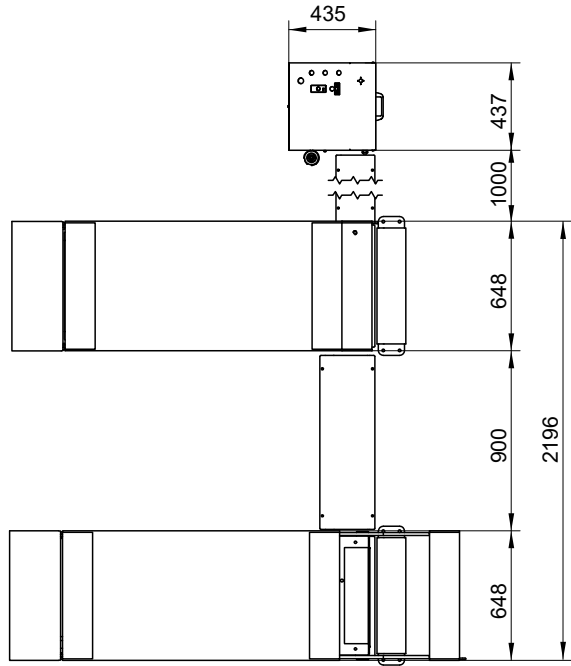
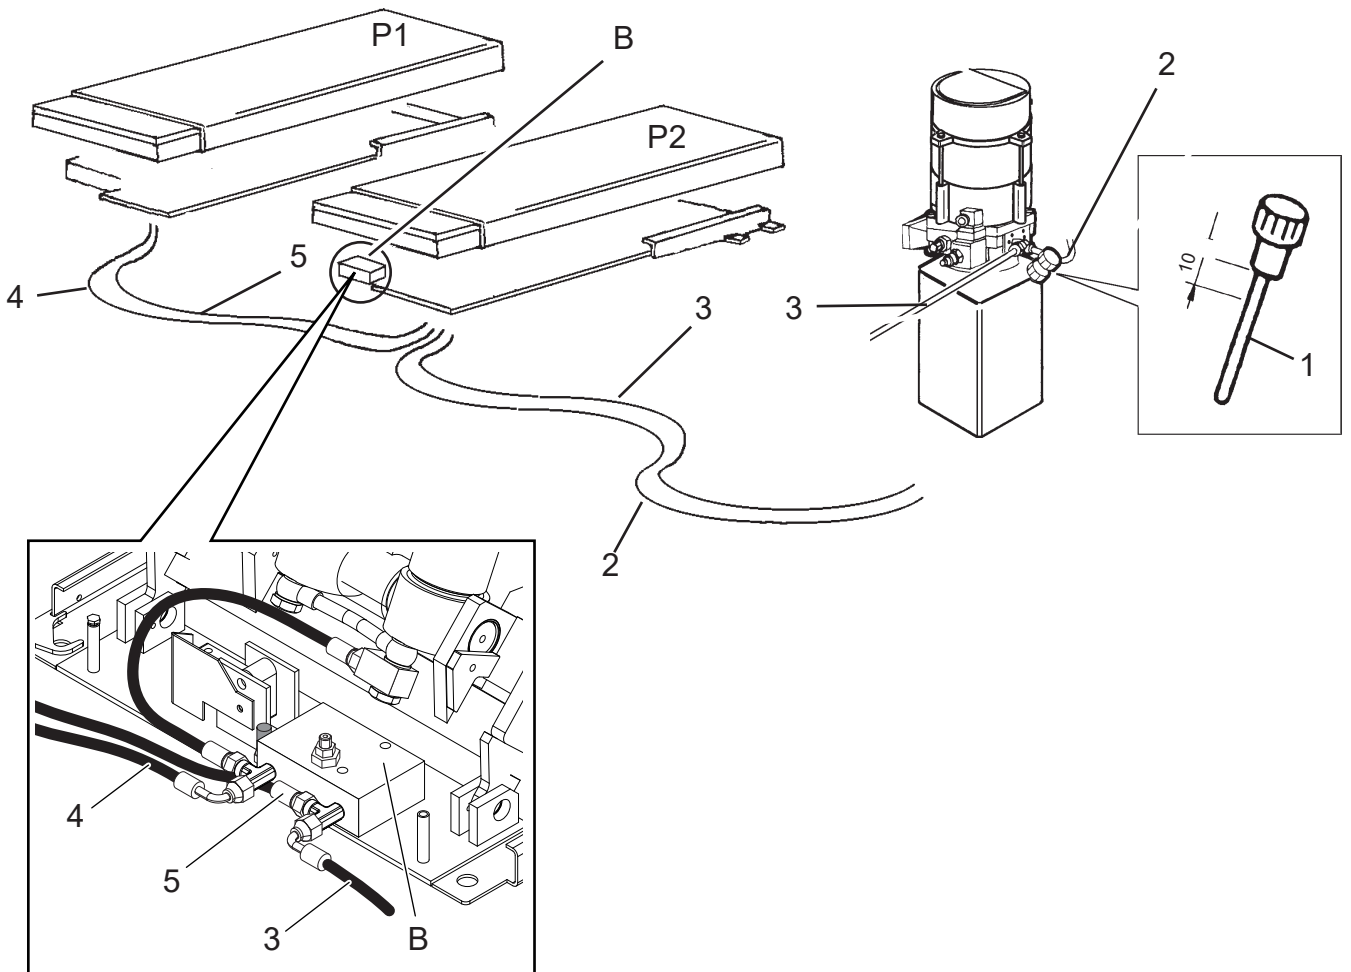

Fig. 10
Fig. 11
Posizionare le pedane e il mobiletto di comando (vedi Fig. 10) alla giusta distanza fra loro tenendo presente che la pedana **P2** è quella in cui è montato nella base il blocco della valvola di riallineamento indicato con **B** nella Fig. 11.
Estrarre da sotto la pedana **P2** i due tubi indicati con **2** e **3**, togliere i rispetti tappi e collegarli alla centralina come si vede in Fig. 11. Sostituire nella centralina idraulica il tappo-asta di livello **1**. Verificare che il livello dell'olio sia circa a 10 mm dal tappo stesso.
Place the footboards and the control unit in position (see Fig. 10), the right distance apart, bearing in mind that the footboard **P2** is the one with the realignment valve block fitted in the base as shown with **B** in Fig. 11.
Remove the two tubes **2** and **3** from beneath the footboard **P2**, remove the plugs and connect them to the central unit as shown in Fig. 11.
Die Fahrschienen und den Schaltschrank (siehe Abb. 10) in der untereinander richtigen Entfernung positionieren und dabei berücksichtigen, dass der Block des Ausgleichsventils, gekennzeichnet mit (B) auf der Abb. 11 am Grundrahmen der Fahrschiene P2 montiert ist.
Die zwei mit 2 und 3 gekennzeichneten Leitungen unter der Fahrschiene P2 herausziehen, die entsprechenden Pfropfen entfernen und die Leitungen gemäss Abb. 11 im Schaltschrank anschliessen. Im Hydraulikaggregat den Pfropfen durch die Ölstandschraube mit Pegelstab 1 ersetzen. Sicherstellen, dass der Ölstand ca. 10 mm unterhalb der Ölstandschraube liegt.
Positionner les chemins de roulement et le boîtier de commande (voir Fig. 10) en les maintenant à la juste distance et en tenant compte du fait que le chemin de roulement **P2** est celui dont la base est équipée de la vanne de réalignement indiquée par la lettre **B** à la Fig. 11.
Extraire les deux tuyaux marqués **2** et **3** par le dessous du chemin de roulement **P2**, les libérer de leurs bouchons respectifs et les relier au boîtier de commande comme indiqué à la Fig. 11.
Coloque las tarimas y el mueble de mando (ver Fig. 10) a la distancia adecuada, teniendo en cuenta que en la base de la tarima **P2** está montado el grupo de la válvula de realineación, indicado con **B** en la Fig. 11.
Extraiga de debajo de la tarima **P2** los dos tubos indicados con **2** y **3**, quite los respectivos tapones y conéctelos a la centralita como se ve en la Fig. 11.